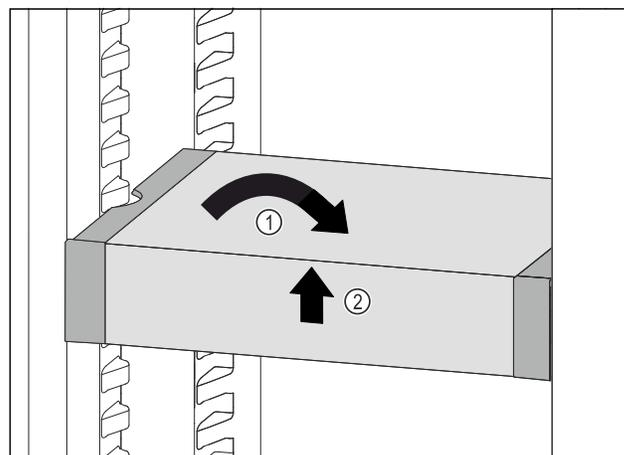

Fig. 75
- ▶ Remettre le VarioSafe droit. Fig. 75 (1)
- ▶ Soulever la partie avant du VarioSafe. Fig. 75 (2)